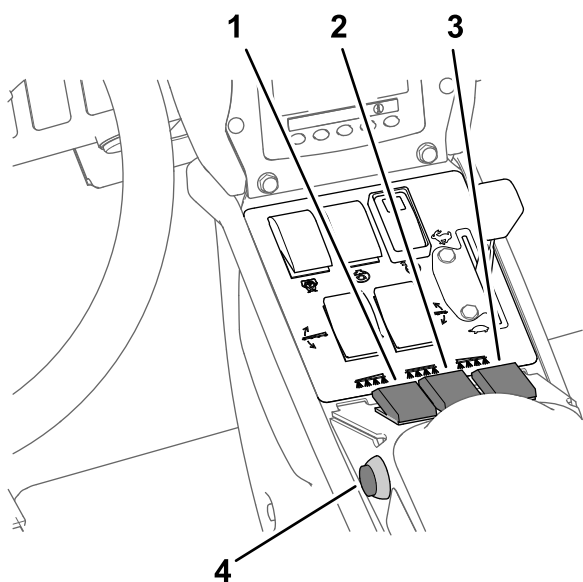

Figura 44
7. Coloque os interruptores de secção do pulverizador na posição LIGAR (Figura 44).
10. Conduza à velocidade pretendida e, em seguida, coloque o interruptor da seção principal na posição LIGAR para iniciar a pulverização (Figura 44).
3. Defina o interruptor da seção principal para a posição DESLIGAR; consulte Figura 44 em Pulverização no Modo de taxa de aplicação (página 40).
7. Coloque os interruptores de secção individual, conforme necessário, na posição LIGAR; consulte Figura 44 em Pulverização no Modo de taxa de aplicação \(página 40\).
9. Conduza à velocidade pretendida e, em seguida, coloque o interruptor da secção principal na posição LIGAR para iniciar a pulverização; consulte Figura 44 em Pulverização no Modo de taxa de aplicação \(página 40\).